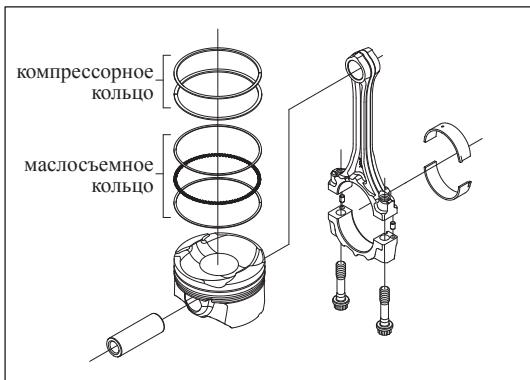

Рис. 13-2-3. Снятие поршневого кольца
- c) Снять верхний и нижний вкладыши шатуна, как изображено на рис. 13-2-3.
- (2) Снятие поршневых колец
- a) Снять верхнее и нижнее компрессорные кольца, как изображено на рис. 13-2-3.
- b) Снять маслосъемные кольца, как изображено на рис. 13-2-3.